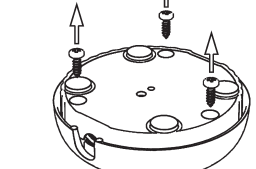

Bild 3/III.3/fig.3
5. Conectar el cable de alimentación (fig.3).